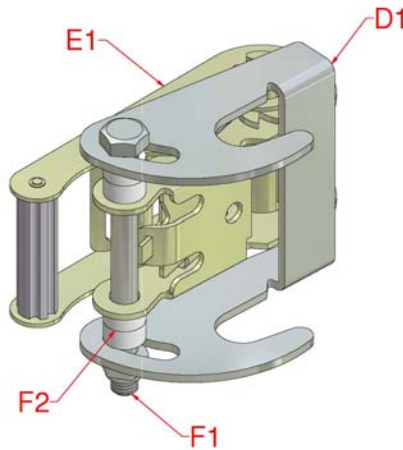

Abbildung 6a: 50 mm Haken und Ratscheneinheit
- 6.1 Wenn $L > 10$ m, befestigen Sie die Ratschenhaken (D1) mit den Schrauben M12 x 130 und den Muttern (F1) an den Ratschen (E1). Verwenden Sie dabei zwei Ratschenabstandshalter (F2) auf jeder Seite der Ratsche; Abbildung 6a.